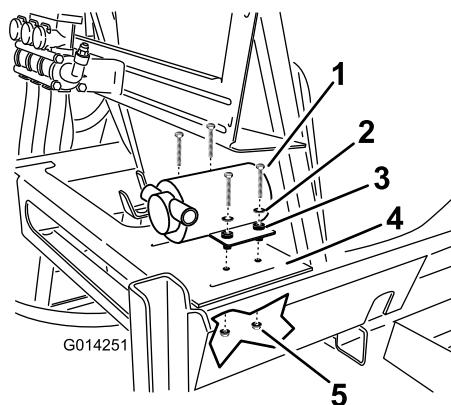

Figure 19
1. Trouvez la pompe dans les pièces détachées et posez-la sur le cadre de la cuve, sur la plate-forme, sur le côté arrière droit de la cuve principale (Figure 19).
- Fixez la pompe au cadre avec quatre boulons, quatre rondelles et quatre contre-écrous (Figure 19).